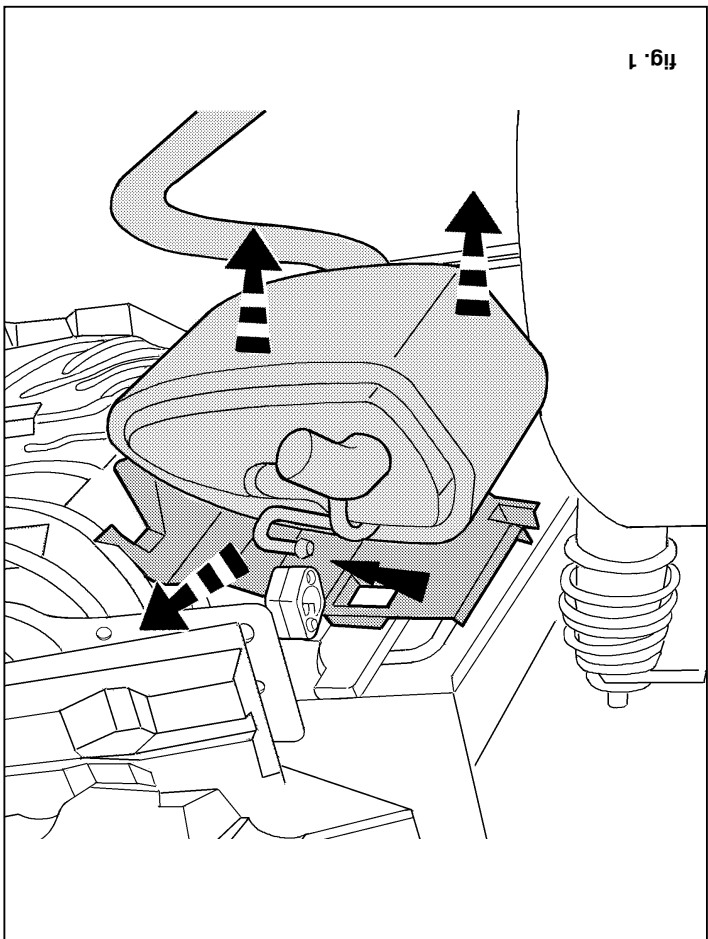
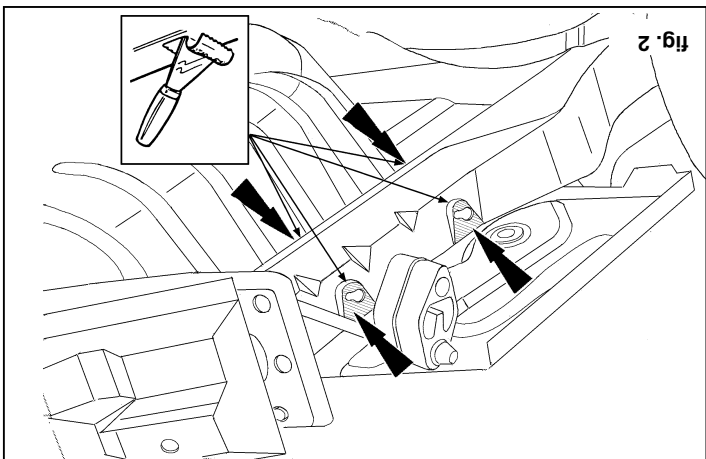

fig. 1
fig. 2
1. Detach the bumper. Loosen the rear most exhaust silencer as indicated in fig. 1. Leave the rubbers on the vehicle. Detach the heat shield. The floor sealant and silencer material, as well as any anti-corrosion wax, should be removed from the area around the contact surfaces. Consult fig. 2.
1. Die Stoßstange abmontieren. Den hintersten Schalldämpfer gemäß Abb. 1 entfernen. Die Gummis am Fahrzeug belassen. Das Hitzeschild abmontieren. Um die Kontaktflächen herum müssen die Materialien für die Bodenabdichtung, der Antikorrosionswachs und die Schalldämpfung entfernt werden. Siehe Abb. 2.
1. Démontez le pare-chocs. Détacher l'amortisseur arrière conformément à la figure 1. Laisser les caoutchoucs sur le véhicule. Démontez le bouclier thermique. Il faudra éliminer les matériaux de colmatage du fond, cire anticorrosion et amortisseur du son, qui entourent les surfaces de contact. Consulter la figure 2.
1. Demontera kofångaren. Lossa den bakersta dämparen enligt fig.1. Låt gummiållarna sitta kvar på fordonet. Demontera värmeskölden. Runt kontaktytorna måste materialen för botten tätning, korrosionsskydd och ljuddämpning avlägsnas. Se fig.2.
1. Demontér kotangeren. Løsn den bageste dæmper ifølge fig. 1. Gummitopperne bliver sidende på køretøjet. Demontér varmeskoldet. Omkring bøjningsfladerne skal materialerne til tætning af bunden, antikorrosions-voksen og lydæmpningsmaterialerne fjernes. Jævnfør fig. 2.